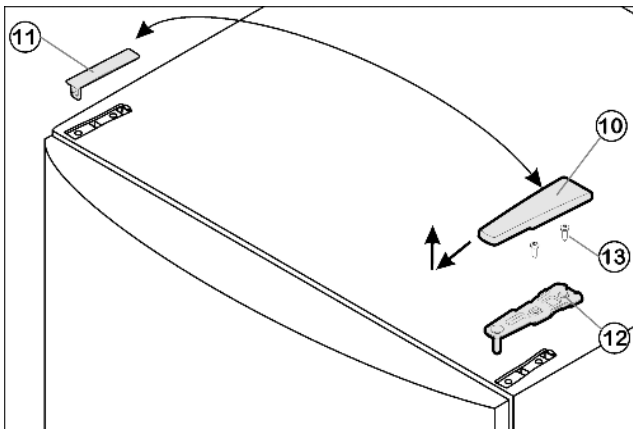

Fig. 4
- ▶ Abdeckung Fig. 4 (10) nach vorne und oben abziehen.
- ▶ Abdeckung Fig. 4 (11) abheben.
- ▶ Oberen Lagerbock Fig. 4 (12) abschrauben (2 mal Torx 25) Fig. 4 (13) und nach oben abziehen.
- ▶ Oberen Lagerbock Fig. 4 (12) auf der neuen Scharnierseite in die Tür einsetzen.
- ▶ Oberen Lagerbock Fig. 4 (12) **fest (mit 4 Nm)** anschrauben (2 mal Torx 25) Fig. 4 (13). Schraublöcher evtl. vorstechen oder Akkuschauber verwenden.
- ▶ Abdeckung Fig. 4 (10) und Abdeckung Fig. 4 (11) jeweils auf der Gegenseite aufrasten.